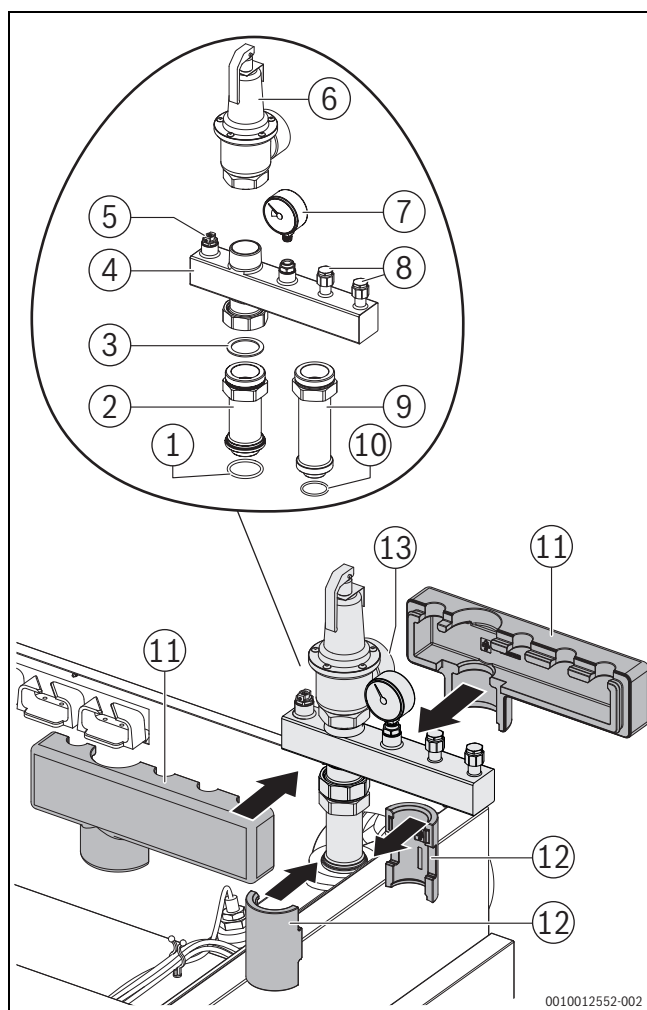

Fig. 19 Kit de sécurité 4-6 bars (illustration : version chaudière droite)
(→Fig. 19 et 20)
- ▶ Étanchéifier la soupape de sécurité (→fig. 19, [6]) au niveau du raccord fileté sur le groupe de sécurité de chaudière [4] à l'aide de produit d'étanchéité approprié (tenir compte de la position de montage ultérieure pour le dispositif d'écoulement [13]).
Légende des figures 19 et 20: